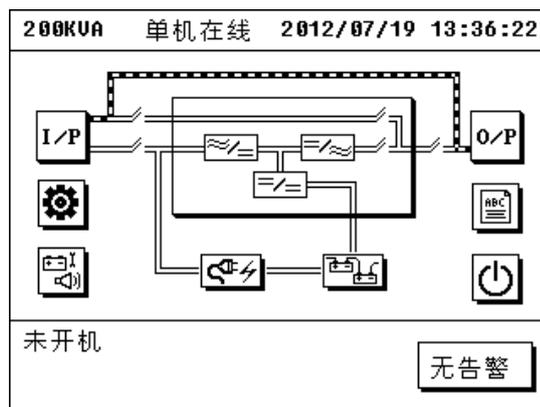

Рис. 3.20 Maintenance Bypass Mode
2. Снимите крышку с размыкателя сервисного байпаса, замкните размыкатель сервисного байпаса, разомкните выходной и батарейный размыкатели. Теперь ИБП находится в сервисном режиме работы. Поток энергии изображен на рис. 3.20: